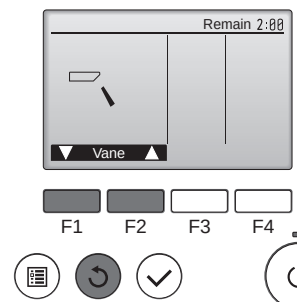

Fig. 7-4
- ② Натисніть кнопку [ВИБРАТИ] для демонстрації екрану вентилятора, а потім натисніть кнопки [F1] і [F2] для перевірки автоматичного обертання вентилятора. (Fig. 7-4)